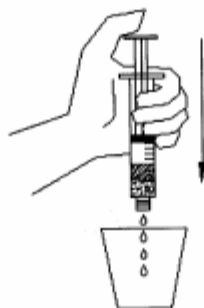

Figura 11
13. Gira la jeringa 180° y desecha el exceso de reactivo líquido en un recipiente (Figura 11).